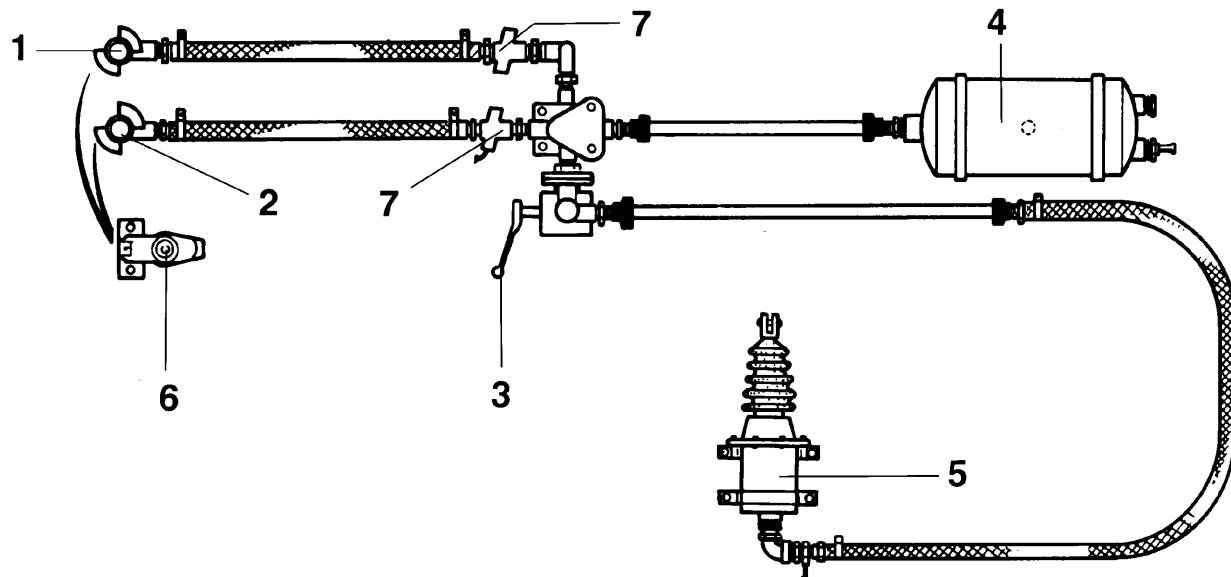

Рис. 63
2. Перед подсоединением проверьте чистоту соединительных головок и следите за правильной установкой! Соединительная головка (Рис. 63/1) для тормозной магистрали маркирована желтым цветом. Соединительная головка (Рис. 63/2) для питающей магистрали маркирована красным цветом.
4. Положение рукоятки (Рис. 63/3)
5. Если требуется, удалите влагу из ресивера (Рис. 63/4)!
7. Проверьте ход поршня тормозного цилиндра! Ход поршня тормозного цилиндра (Рис. 63/5) должен использовать только две трети, в противном случае проводите регулировку тормозов! Замените пыльники!
8. После отсоединения закройте соединительные головки или установите в пустые соединительные муфты (Рис. 63/6) на **ZG-B**!
1. Проверяйте и чистите патроны фильтров в трубопроводе (Рис. 63/7)!